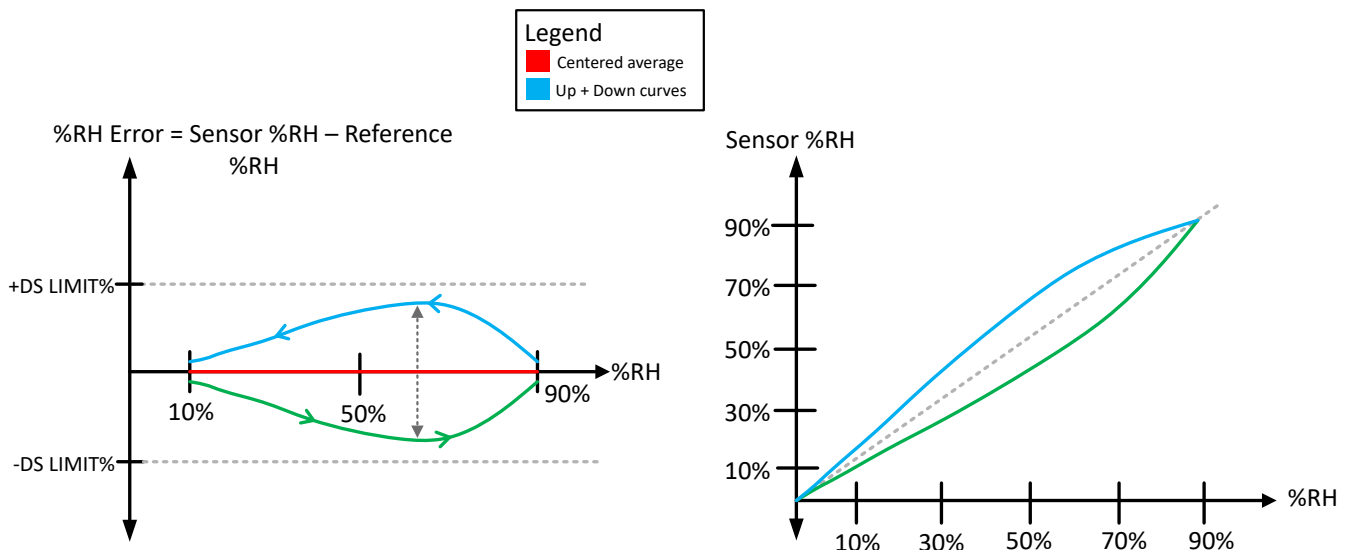

図 2-2. RH ヒステリシスの例
- RH ヒステリシス:** 上曲線 (周囲 RH 増加時の RH 誤差) または下曲線 (周囲 RH 誤差が減少する際の RH 誤差) と、上下曲線の中心平均との差。正の RH ヒステリシスは、中心平均値と下降曲線との差を指し、負の RH ヒステリシスは、中心平均値と上昇曲線との差を指します。ヒステリシスは、センシング ポリマには以前に観測された湿度条件のメモリがあるために発生します。したがって、RH センサの RH 誤差は、低 RH 条件にさらされた後はわずかに負の誤差を示し、高 RH 条件にさらされた後はわずかに正の誤差を示す傾向があります。RH ヒステリシスの具体的な形状は、周囲温度によって変化することがあります。図 2-2 は「上昇曲線」と「下降曲線」の 2 つの異なる見方を示しています。1 つは RH 誤差と基準 RH の関係を、もう一つは測定 RH と基準 RH の関係を示しています。